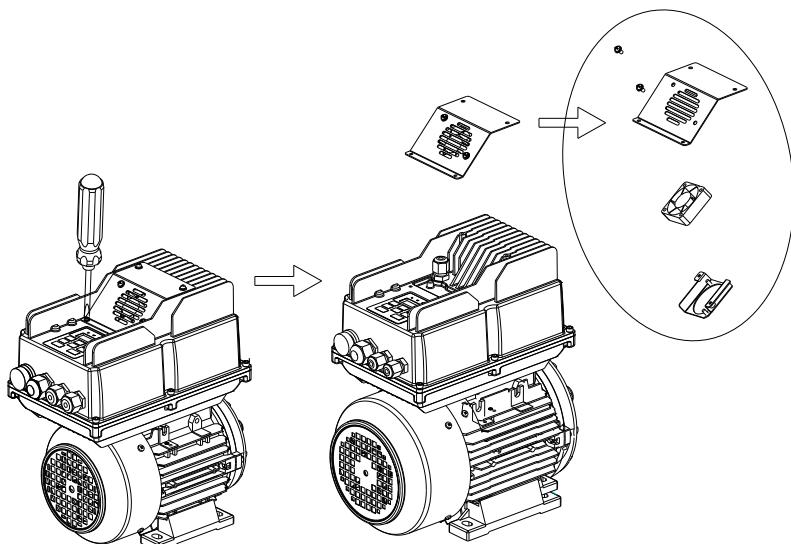

图 8-1 (a) 拆除风扇罩图
- 如图8-1(a)所示用螺丝刀拆除风机安装板上的四颗螺钉，注意风机电源线要断开。
- 如图8-1(b)所示用螺丝刀拆除安装板上的两个螺钉，把风机从风机固定件上取出即可。